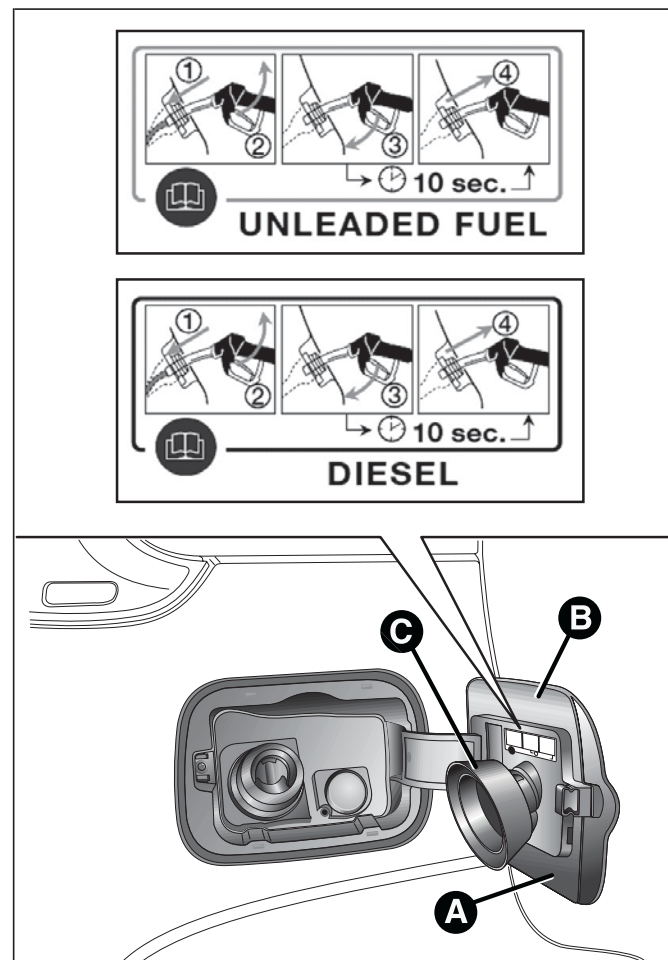

fig. 82
La procedura di rifornimento di seguito descritta è illustrata sulla targhetta B fig. 82 ubicata all'interno dello sportello combustibile. Sulla targhetta è inoltre riportato il tipo di combustibile (UNLEADED FUEL=benzina, DIESEL=gasolio).
- aprire lo sportello A fig. 82 tirandolo verso l'esterno;
Lo sportello A fig. 82 è provvisto di una cuffia parapolvere C che, a sportello chiuso, impedisce il deposito di impurità e polvere all'estremità del bocchettone.